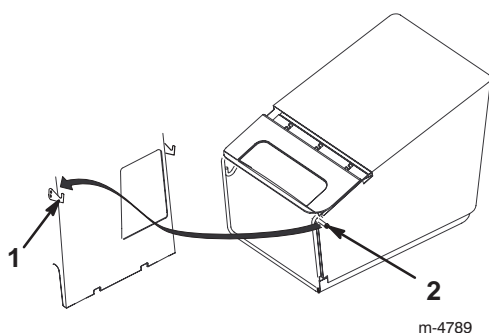

Figure 16
5. Accrochez les ergots du cadre du sac à herbe dans les crochets du plateau de coupe, comme illustré à la Figure 16.
4. Décrochez le cadre du sac du plateau de coupe et enlevez-le de l'ouverture, comme illustré à la Figure 16.